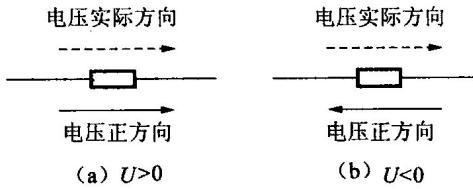

图 1.7 电压的方向
(2) 电压的方向。与前面讨论的电流方向一样,电压方向也有实际方向与正方向(参考方向)之分。通常规定电路中两点之间电压的实际方向是由高电位点指向低电位点的,也就是说,沿着电压的实际方向,电位是逐渐降低的。电压的正方向可以任意选定,如图 1.7 所示。